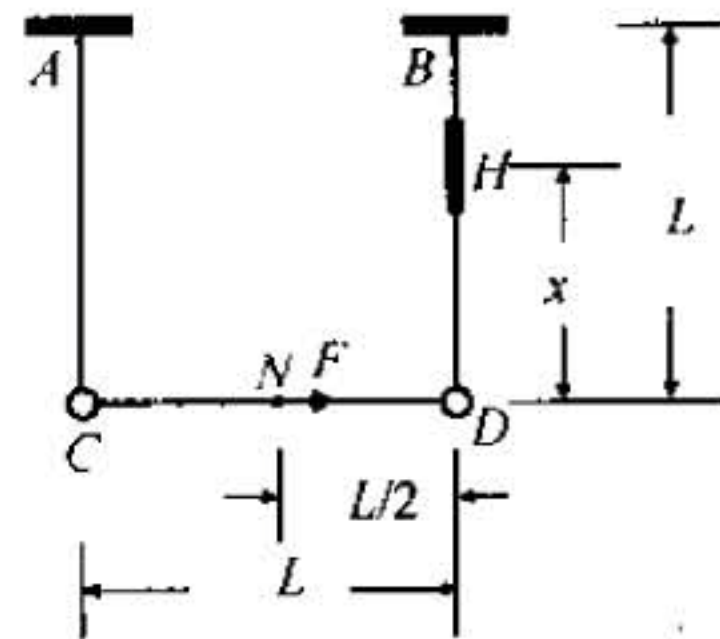

图 6
8. 如图 6 所示结构，各杆的材料和尺寸相同，截面对称。已知弹性模量  $E$ ，惯性矩  $I$ ，抗弯截面系数为  $W$ ，横截面面积  $A$ ，杆长  $L$ ，若在杆  $BD$  上  $H$  点沿杆向贴一应变片， $DH=x$ ，测量出应变值为  $\varepsilon$ ，求出作用在  $CD$  杆上  $N$  点力  $F$  的大小。